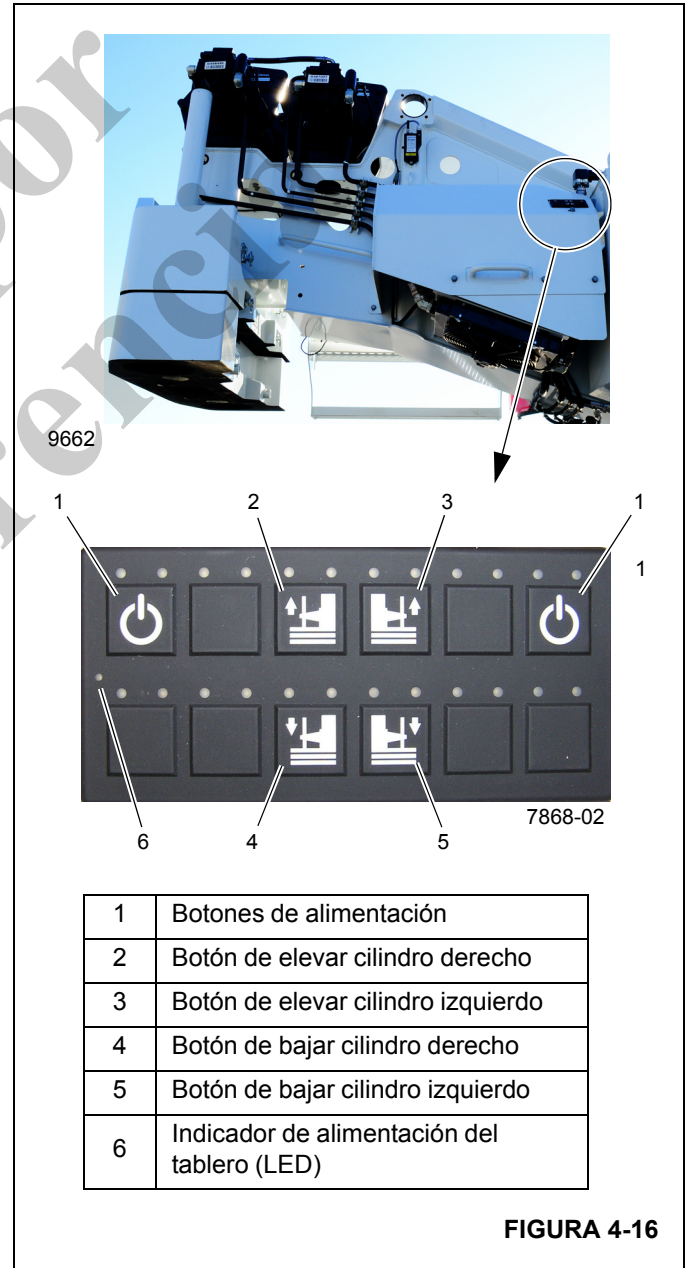

FIGURA 4-16
La Figura 4-16 muestra el tablero de control de contrapesos. Hay un tablero de control en cada lado de la superestructura. Los tableros de control funcionan solamente si el interruptor de alimentación de funciones de la grúa está
apagado, un apoyabrazos está levantado, o no hay nadie sentado en el asiento del operador de la cabina de la grúa. Un LED verde (6, Figura 4-16) en el lado izquierdo del tablero de control se ilumina para indicar que el tablero está operativo.
Para iniciar la función, mantenga presionado el botón de alimentación (1) y luego el botón para elevar o bajar el contrapeso (4, 5, Figura 4-16). Si se oprime el botón de elevar o bajar los cilindros de retiro del contrapeso (4, 5, Figura 4-16) sin antes oprimir el botón de alimentación (1, Figura 4-16), se iluminará un LED rojo sobre ese botón.
8. Usando el tablero de controles de contrapesos (Figura 4-16), ubicado en cualquiera de los lados de la superestructura, baje los cilindros del contrapeso. Para más información, consulte *Bajada de los cilindros de contrapeso*, en la página 4-26.
7. Use el tablero de interruptores del contrapeso (Figura 4-16) ubicado en uno de los lados de la plataforma de giro para elevar levemente los cilindros de retiro del contrapeso. Para más información, consulte
- Usando el tablero de interruptores de contrapesos (Figura 4-16), baje completamente los cilindros de retiro del contrapeso. Para más información, consulte *Bajada de los cilindros de contrapeso*, en la página 4-26.
- 9. Utilice el tablero de control de contrapesos (Figura 4-16) ubicado en cualquiera de lados de la superestructura para bajar los cilindros de retiro del contrapeso. Para más información, consulte *Bajada de los cilindros de contrapeso*, en la página 4-26.
- 11. Usando el tablero de controles de contrapesos (Figura 4-16), eleve completamente los cilindros de
8. Usando el tablero de controles de contrapesos (Figura 4-16), baje completamente los cilindros de retiro del contrapeso. Para más información, consulte *Bajada de los cilindros de contrapeso*, en la página 4-26.